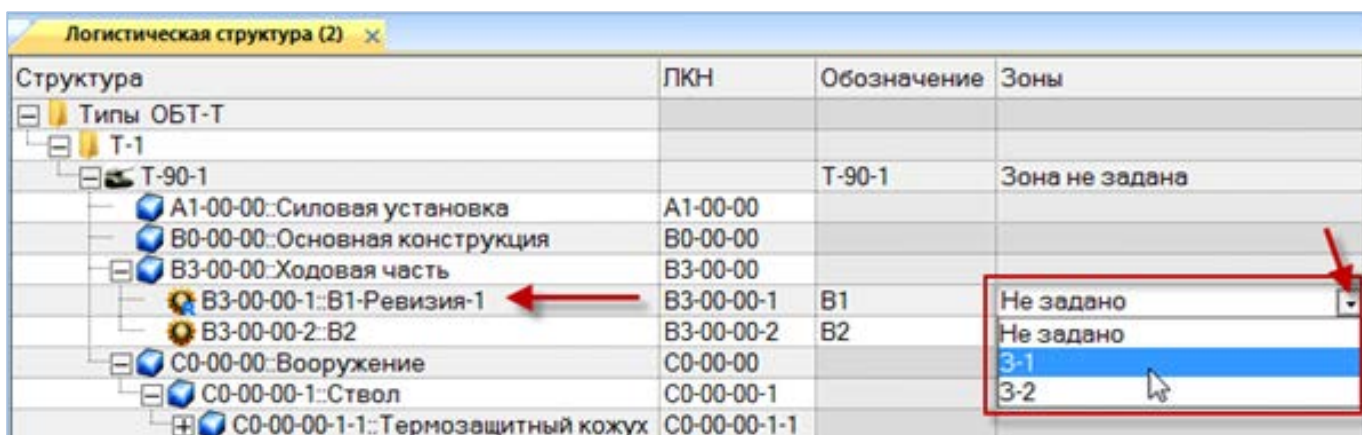

Рис. 12-4 – Выбрать зону для компонента из раскрывающегося списка
- 3) Выбрать зону для компонента из раскрывающегося списка в поле «Зоны» (рис. 12-4).